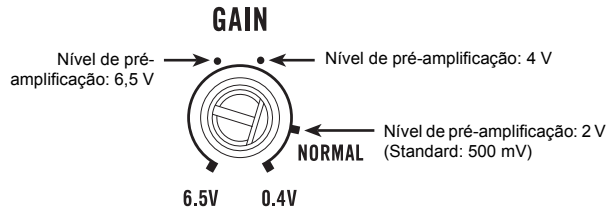

Fig. 1 Controlo do ganho deste equipamento
- Se a saída do som for cortada, a definição do controlo de ganho pode estar incorrecta. Para garantir uma saída contínua do som com um volume de som elevado, volte a definir o controlo do ganho do amplificador para uma posição adequada ao nível de saída máximo do pré-amplificador da unidade principal (Fig. 1). Não é preciso baixar o volume da unidade principal e o excesso de saída é controlado (Fig. 2, Fig. 3).